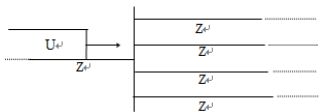

图 4: 第 3 题的图
3、某变电所母线接线图如图 4 所示, 各路出线波阻抗 $Z = 400 \Omega$, 现有一幅值 $U = 500 \text{ kV}$ 的无穷长直角波由其中一路出线侵入变电所, 求变电所母线上电压幅值.